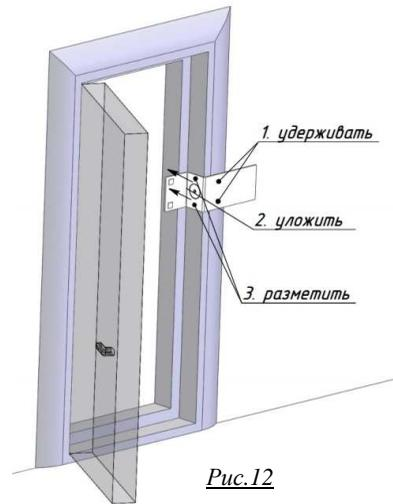

Рис.12
8. Уложите шаблон по дверной коробке и шилом наметьте центры крепежных отверстий и установочного отверстия защёлки (см. рис.12).